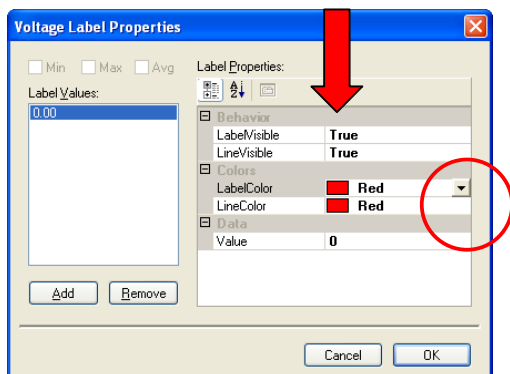

図 15: チャート上の電圧ラインとラベルに任意の色を選択できます。
3. **Voltage Label Properties** を開きます。（図15を参照）
6. **Colors**の部分では、矢印を押すとラベルとラインの両方の色を個別に選択できます。（図15では、ゼロラベルとゼロラインに赤色を選択しました。色を変更するには矢印を押し下げ色選択メニューから選択します。図16のように任意の色を選択しラインとラベルをカスタマイズできます。）